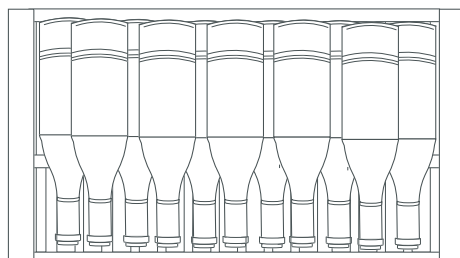

Fig. 4
• La troisième étagère peut contenir 11 bouteilles lorsqu'elles sont empilées comme sur Fig. 4. 6 bouteilles étant placées sur l'étagère, 5 bouteilles étant